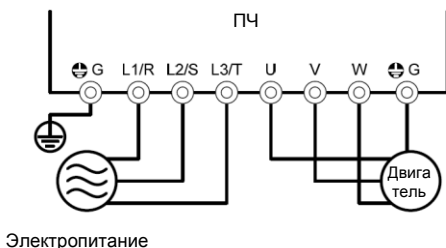

Рисунок 4.1 Подсоединение клемм цепи питания
(1) Проверьте правильность кабельных соединений.
Прежде всего, проверьте кабельное подключение к входным (L1/R, L2/S и L3/T) и выходным (U, V и W) клеммам ПЧ. Также убедитесь, что заземляющие провода правильно подсоединены к клеммам заземления (G). См. рисунок 4.1.
(2) Проверьте контакты цепи управления и главной цепи на отсутствие замыканий и обрывов заземления.
(3) Проверьте, нет ли ослабленных соединений контактов, разъемов и болтов.
(4) Убедитесь, что двигатель отделен от механического оборудования.
(5) Убедитесь, что все переключатели устройств, подсоединенных к ПЧ, выключены. Подача питания к ПЧ, когда какой-либо из этих переключателей включен, может вызвать случайное срабатывание двигателя.
(6) Проверьте, все ли меры безопасности приняты для защиты персонала (устройства для защиты от внезапных перемещений оборудования, от доступа людей в опасную зону оборудования).